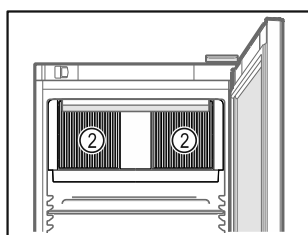

Fig. 57
- ❑ Udržiavajte voľné vetracie štrbiny Fig. 57 (2) cirkulačného ventilátora vo vnútornom priestore.